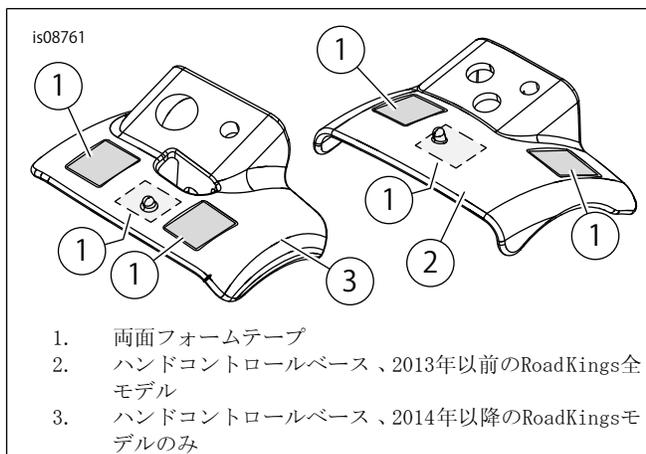

図1. ハンドコントロールベースおよびテープ
2. 「図1」を参照してください。50~70%のイソプロピルアルコールを蒸留水で30~50%に希釈した溶液で洗浄します。テープ(1)をカットして、ハンドコントロールベース(2または3の位置)に貼り付けます。